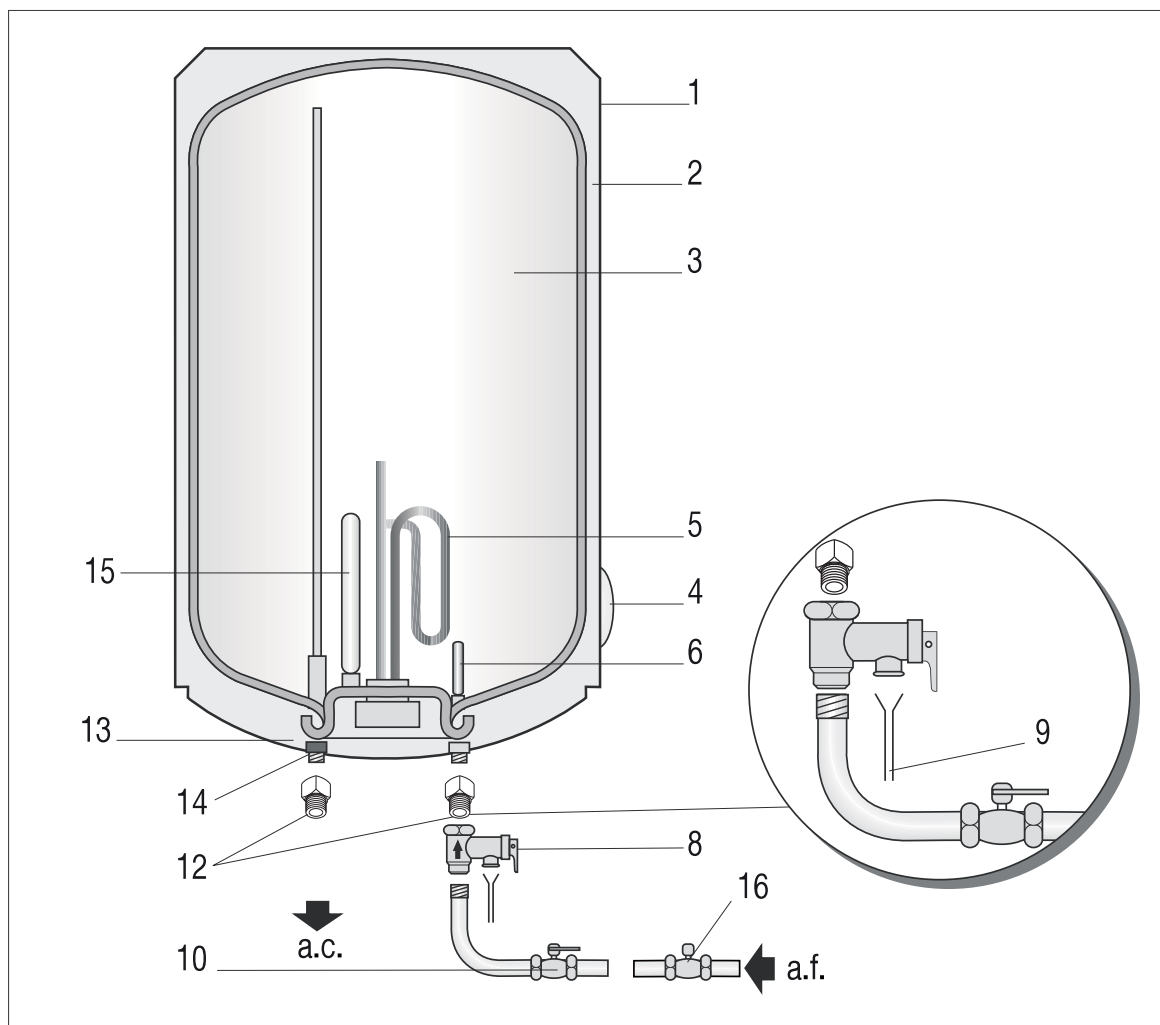
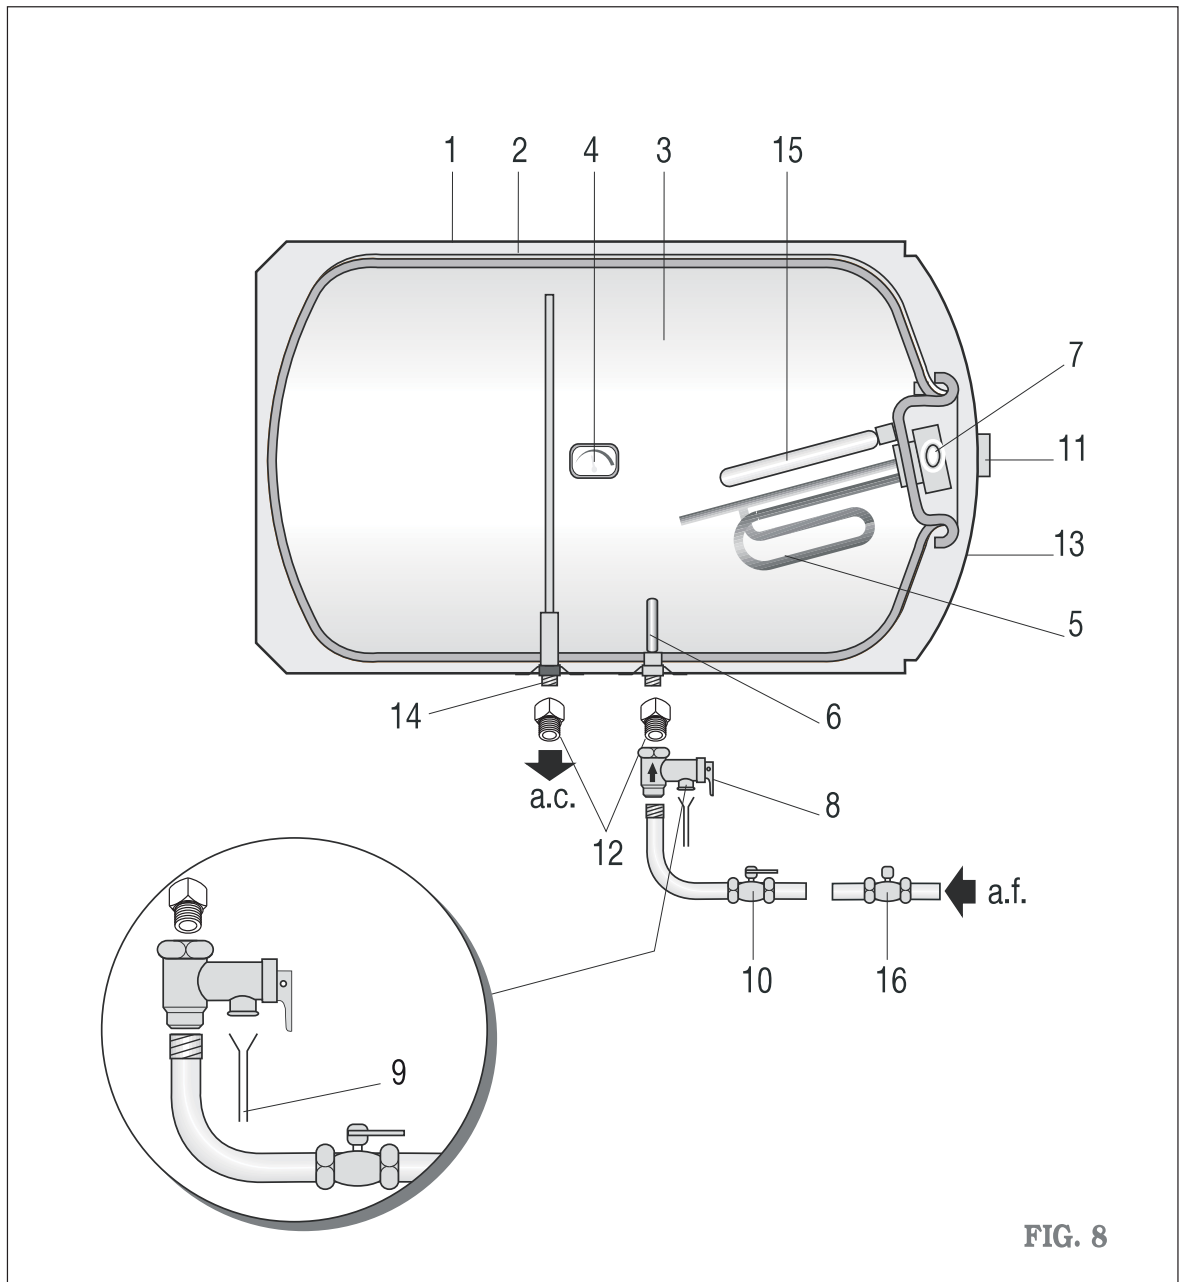

FIG. 7
FIG. 8
Les thermos TNC seront toujours installés en position verticale, avec les branchements d'eau au-dessous (voir fig. 7) page 21, sauf dans le cas des modèles TNC plus 80 H, TNC plus 100 H et TNC 150 H, qui seront toujours installés à l'horizontale, et il sera de même pour les branchements d'eau qui seront situés au-dessous (voir fig. 8, page 22).
Pour faciliter, au moment venu, le contrôle et le nettoyage interne, un espace libre de au moins 25 cm doit exister entre le couvercle de protection (pos. 13 dans les figs 7 et 8, pages 21 et 22) du thermos, ainsi que tout obstacle fixe.
Pour l'installation des canalisations d'eau, veuillez tenir compte des règles de base pour la prévention de la corrosion : "N'utilisez pas de cuivre au lieu de fer ou d'acier, dans le sens de la circulation de l'eau ". Pour éviter les paires galvaniques, ainsi que son effet destructeur, filetez sur les deux tubes du thermos, (tel qu'il est décrit sur les schémas des figures 7 et 8, pages 21 et 22) et, avec un ruban de Téflon, protégez les manchons isolants (pos. 12) fournis avec le thermos.
Filetez au tube d'entrée d'eau froide (bleu) du thermos le groupe de sécurité hydraulique avec le dispositif de vidange (pos. 8, figures 7 et 8, pages 21 et 22) fournis avec le thermos et au manchon électrolytique. Installez dans le tube d'alimentation d'eau froide une clé de coupure, comme il est décrit dans les schémas (figs. 7 et 8, **pos. 10**, pages 21 et 22).
L'utilisation généralisée de vannes anti-dérive dans les branchements du réseau d'eau sanitaire, crée une forte augmentation de pression de par l'effet du processus de chauffage ; dans ces cas, il est indispensable de conduire l'écoulement d'eau de la vanne de sécurité à un tube d'évacuation pourvu d'un siphon (figures 7 et 8, pos. 9, pages 21 et 22); ce tube doit sortir à l'extérieur et doit être installé avec une pente continue vers le bas.
Connectez le thermos en branchant la fiche. La lampe témoin (pos. 7, figs. 7 et 8, pages 21 et 22) allumée indique que l'eau est en train de chauffer; si elle est éteinte, cela indique que toute l'eau chaude est à la température sélectionnée dans le thermostat de réglage du thermos (pos. 11, figs. 7 et 8, pages 21 et 22).
Il est indispensable que le Service d'Assistance Technique (SAT) contrôle tous les ans votre thermos pour éliminer le calcaire qui s'est déposé sur l'élément de chauffage (pos. 5, figs. 7 et 8, pages 21 et 22), et vérifier l'état de l'anode de magnésium (pos.15, figs. 7 et 8, pages 21 et 22). Si l'eau dans votre région est très dure ou corrosive, vous devrez solliciter des contrôles plus fréquemment.
5.1. Instalación vertical / Instalação vertical / Installation verticale (fig 7).
5.2. Instalación horizontal / Instalação horizontal / Installation horizontale (fig 8).